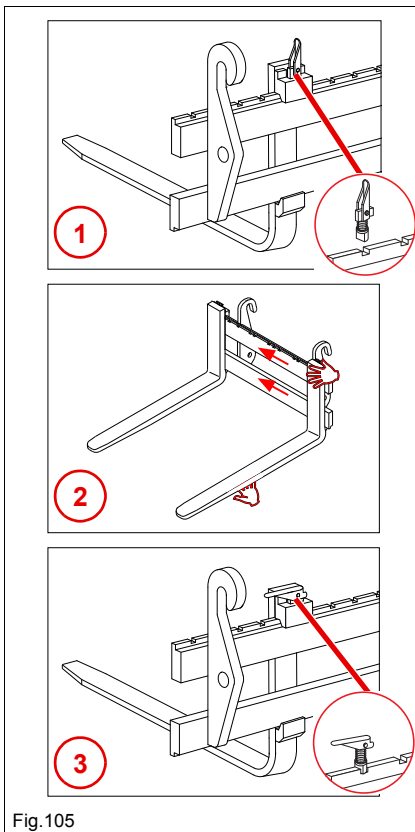

Fig.105
2. Sæt gaflernes låseanordning i position 1 Fig. 105.
4. Sæt gaflernes låseanordning i position 3 Fig. 105.